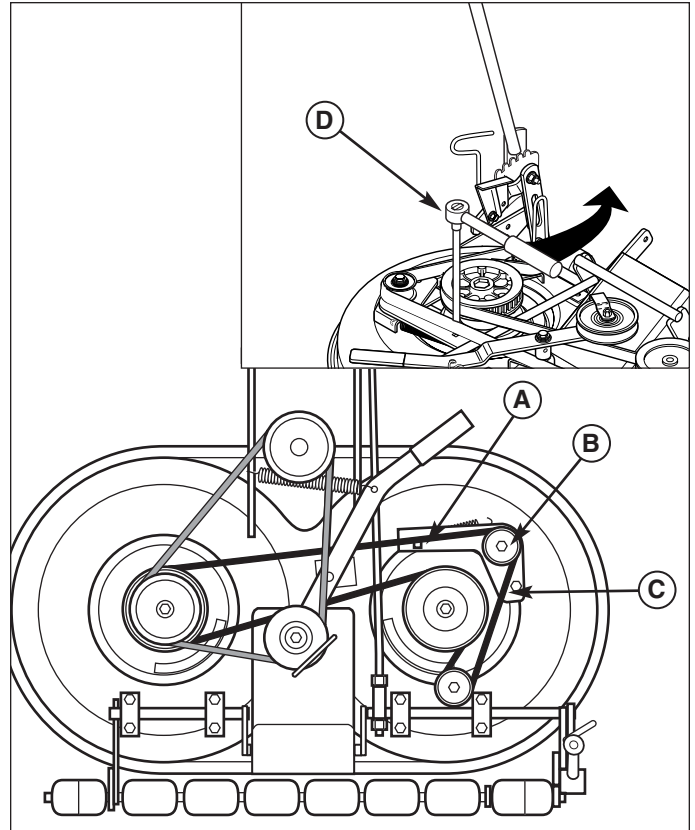

Abb. 27. Riemenspannung des Mähwerks
3. Die Kopfschraube des Spannrollensatzes lösen (B, Abb. 27).
4. Mit einer 3/8-Zoll-Ratsche und einem Verlängerungsstück (D) den federbelasteten Spannrollensatz (A) bewegen, um die Spannung am Riemen zu lösen.
5. Den Riemen (C) ausbauen und auf Risse, fehlende Verzahnung und Verschleiß überprüfen. Bei Abnutzung oder Beschädigung den Riemen ersetzen.
6. Den Riemen wieder einbauen (C). Durch das Lösen des Spannrollensatzes (B) kann die Feder den verzahnten Riemen automatisch spannen.
7. Die Kopfschraube des Spannrollensatzes (B) festziehen und die Riemenabdeckungen wieder einbauen.